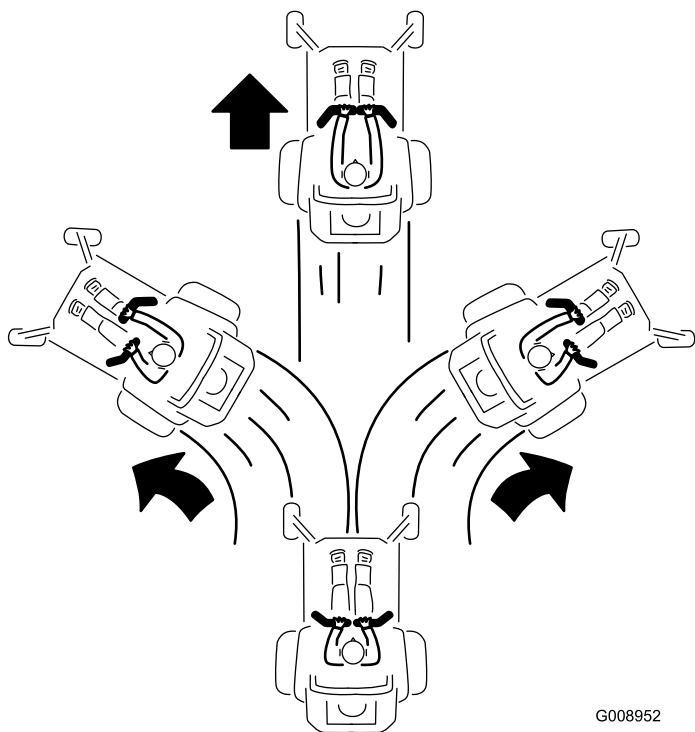

Рисунок 22
3. Для перемещения вперед нажмите на рычаги управления движением вперед (Рисунок 22).